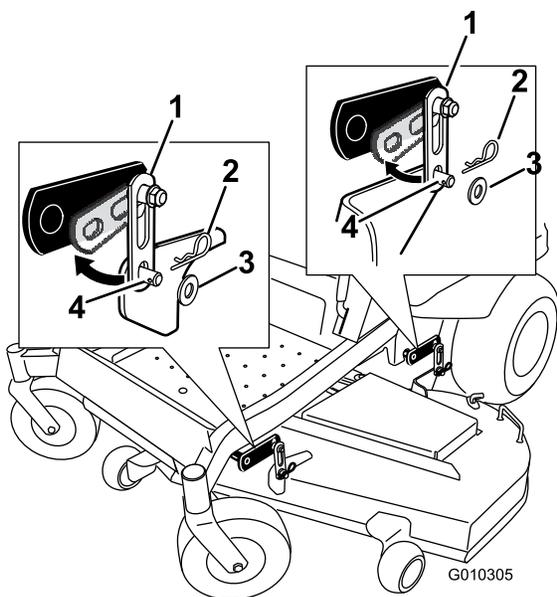

Figure 69
5. Soulevez l'arrière du tablier de coupe et guidez les supports sur les boulons des pattes de fixation arrière (Figure 69).
5. Soulevez l'arrière du tablier de coupe et fixez le support arrière du tablier aux pattes de fixation arrière. Fixez l'ensemble avec un axe de chape et une goupille fendue (Figure 69).